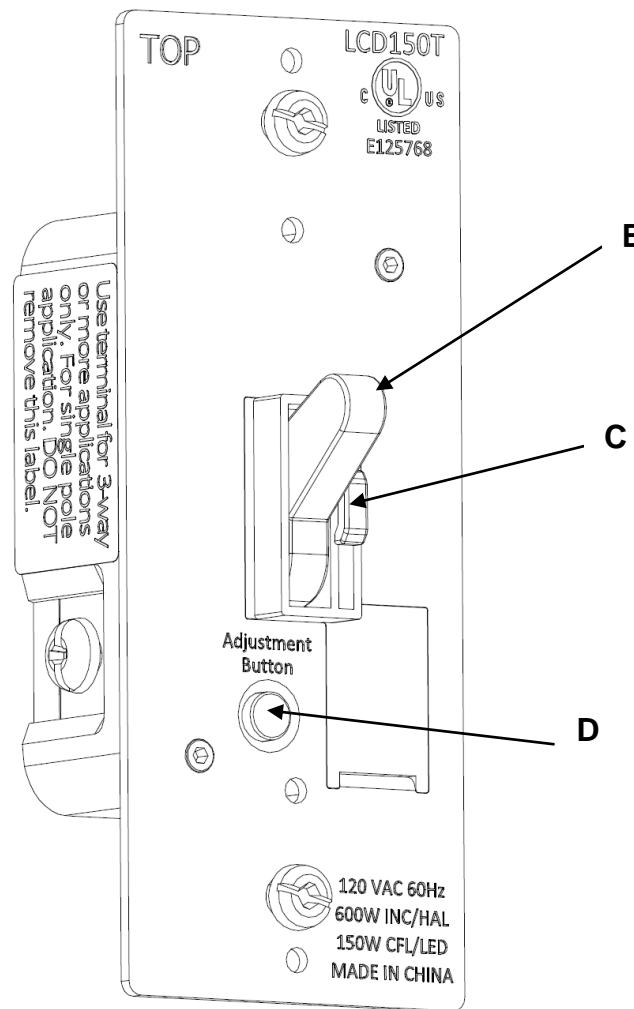

FIG. 7
▪ Turn on the light with toggle "B" (FIG 7), move the slide bar "C" from the highest point to the lowest point, the light will fade from the brightest to lowest level. If the light is off or blinking at the lowest point refer to step 10 *Minimum brightness setting* to turn up the minimum brightness level.
- Allumer la lampe avec la bascule "B" (FIG. 7), déplacer le curseur "C" du point maximal au point minimal, la luminosité passe de la plus élevée à la plus faible. Si la lampe est éteinte ou vacille au point le plus bas, se reporter à l'étape 10 *Réglage de la luminosité minimale* pour augmenter le niveau de luminosité minimale.
- Encender la luz con la palanca "B" (FIG 7), desplazar la barra deslizante "C" del punto más alto al punto más bajo, la luz se desvanecerá del nivel más brillante al más bajo. Si la luz está apagada o parpadeando en el punto más bajo, consultar el paso 10 *Configuración de brillo mínimo* para aumentar el nivel de brillo mínimo.